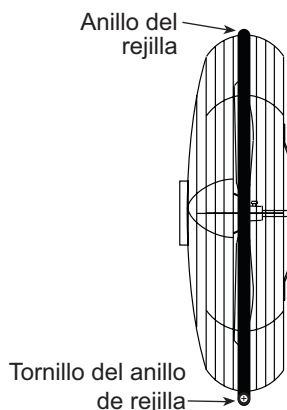

FIGURA 4
2. Desmonte las rejillas retirando cuidadosamente el tornillo del anillo de rejilla ubicado en la parte inferior de la misma y retire el anillo. Vea la Figura 4.